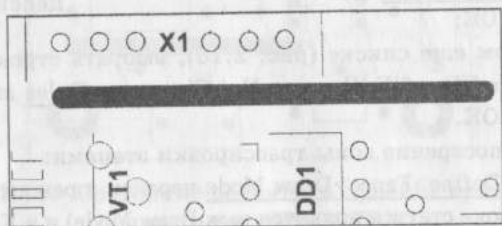

Рис. 2.18. Трассировка шины питания
- в КМ выбрать строки Change>ChangeWireWidthMode, установить Wire Width = 2 и нажать ЛК на Apply и в любой точке шины (рис. 2.18).